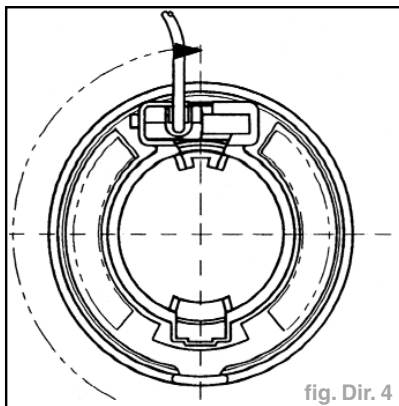

fig. Dir. 4
- Tourner ensuite légèrement la partie supérieure de la pièce dans le sens des aiguilles d'une montre (sens horaire) et vérifier que le contacteur tournant est bien dans la position (fig. Dir. 4).
- Tourner de nouveau la pièce dans le sens des aiguilles d'une montre en effectuant deux tours complets et s'assurer après cette manipulation que le contacteur tournant est bien dans la position (fig. Dir. 4).